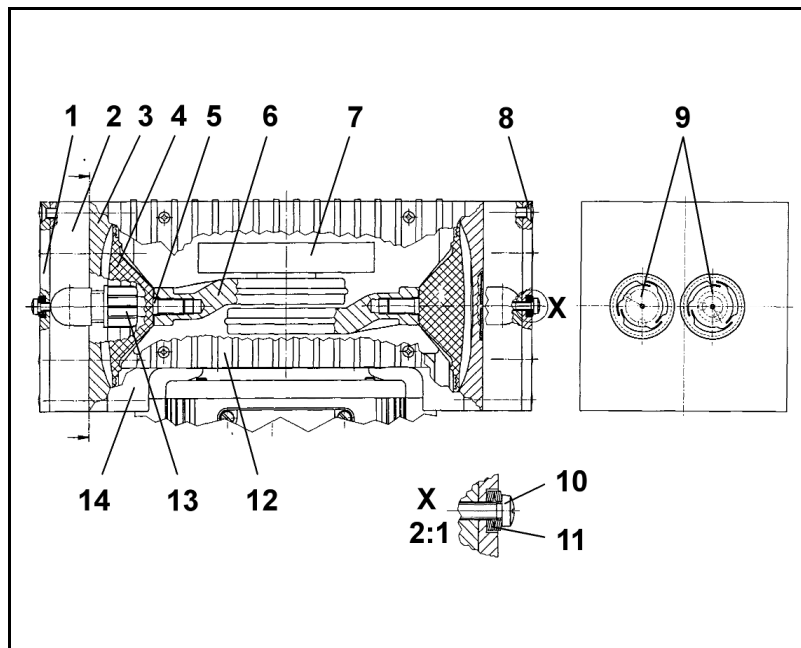

Abb. 25: Schnitt durch Pumpenkopf (symbolisch) (gültig für Systeme SBC 860 und SBC 860.40)
3. An der pneumatischen Kopfverschaltung eine der beiden Überwurfmutter (Abb. 25/13) von Hand lösen; dann die zugehörige Winkelschraub-Verschraubung des Pumpenkopfes entgegen den Uhrzeigersinn soweit drehen, dass sich der Verbindungsschlauch abziehen lässt.
4. Befestigungsschrauben des zugänglichen Seitendeckels (Abb. 25/12) lösen, Seitendeckel abnehmen.
2. An einem Pumpenkopf Druckplatte (Abb. 25/1), Kopfdeckel (2), Zwischenplatte (3) und Gehäuse (14) mit einem durchgehenden Filzstiftstrich markieren. Damit lässt sich sicherstellen, dass die Teile beim späteren Zusammenbau richtig montiert werden.
3. Die acht Schrauben (8) lösen und den Pumpenkopf vom Gehäuse (14) abnehmen.
1. Membrane (4) durch Bewegen des Gegengewichts (7) in mittlere Position bewegen.
2. Zwischenplatte (3), mit Ventilplatten/Dichtungen (9) entsprechend der Markierungen auf das Gehäuse setzen.
3. Kopfdeckel (2) auf Zwischenplatte (3) auflegen entsprechend der Markierung).
4. Druckplatte (1) aufsetzen, Schrauben (10) mit Tellerfedern (11) einschrauben, bis Schraubenköpfe flächig aufsitzen (nicht festziehen, erfolgt in Schritt 8!).
- i** Die ersten drei aufzusteckenden Tellerfedern müssen vom Schraubenkopf wegweisen, die folgenden drei dem Schraubenkopf zugeneigt sein (siehe Detail X in Abb. 25).
5. Schrauben (8) über Kreuz nur leicht anziehen.
6. Leichtgängigkeit der Pumpe durch Bewegen des Gegengewichts (7) prüfen.
7. Nun die Schrauben (8) handfest anziehen.
8. Schrauben (10) mit je einer weiteren halben Umdrehung anziehen.